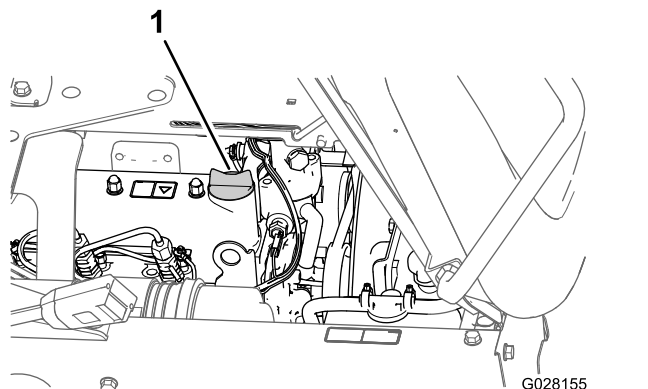

图52
- 从发动机气门室盖的加油颈上取出加油颈盖 图52 慢慢从加油颈注入规定油量的大约 80%。
8. 将加油颈盖重新装入加油颈 图52。